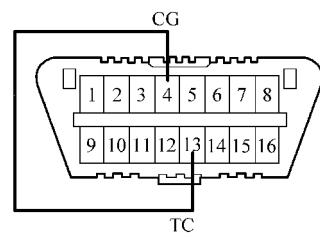

图 9-12 跨接 DLC3 端子
- 1) 将点火开关转到 ON (IG) 位置，并等待大约 60s。
- 2) 如图 9-12 所示，用导线将 DLC3 的端子 4 (CG) 和 13 (TC) 跨接。